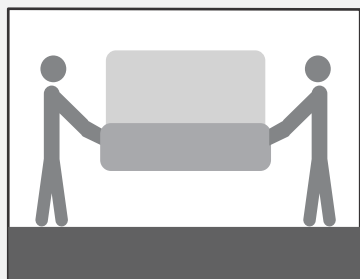

Figura 3 - Detalhe do carregamento do guarda-corpo
i) É indicado transportar os guarda-corpos até o local de instalação com auxílio de uma plataforma, recomendado transportar em pé e levemente preso com cordas, evitando assim o esforço do produto, conforme figura 3.